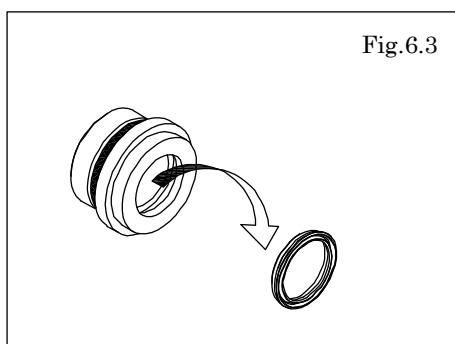

Fig.6.3
- ・スロットベアリングからパッキンを取り出す。[Fig.6.3]